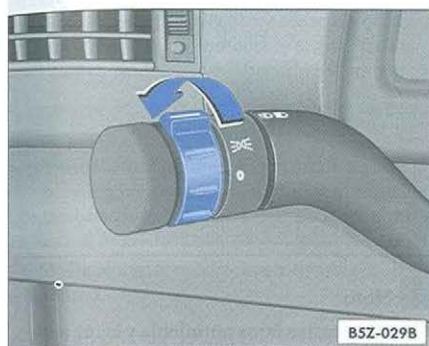

Fig. 49 Detalle en la palanca de los indicadores de dirección: interruptor de las luces
- Gire el interruptor para la posición ⇒ fig. 49. En esta posición se encienden las luces (luz de posición), luz de la placa de matrícula y cuadro de instrumentos ⇒ .
- Gire el interruptor para la posición ⇒ fig. 49. En esta posición, los faros son encendidos alto o bajo, dependiendo del conmutador de los faros ⇒ página 76.